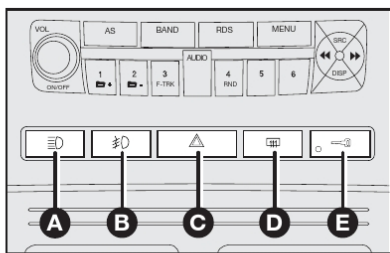

fig. 66
### BOTÕES DE COMANDO - fig. 66
**B - Faróis auxiliares** - Botão com indicação de função ativada no quadro de instrumentos para ligar e desligar os faróis auxiliares. Só funciona a partir do acionamento das luzes externas de posição. Os faróis auxiliares são desligados cada vez que a chave de ignição for desligada. Para ligá-los novamente é necessário pressionar o botão **B-fig. 66**.
**D - Desembaçador do vidro traseiro - fig. 66** - Botão com indicação de função ativada no quadro de instrumentos para ligar/desligar o desembaçador do vidro traseiro.
Se as portas estiverem travadas e o botão **E-fig. 66** for pressionado as portas se destravarão e o LED se acenderá.
### PREDISPOSIÇÃO PARA FARÓIS AUXILIARES - fig. 66